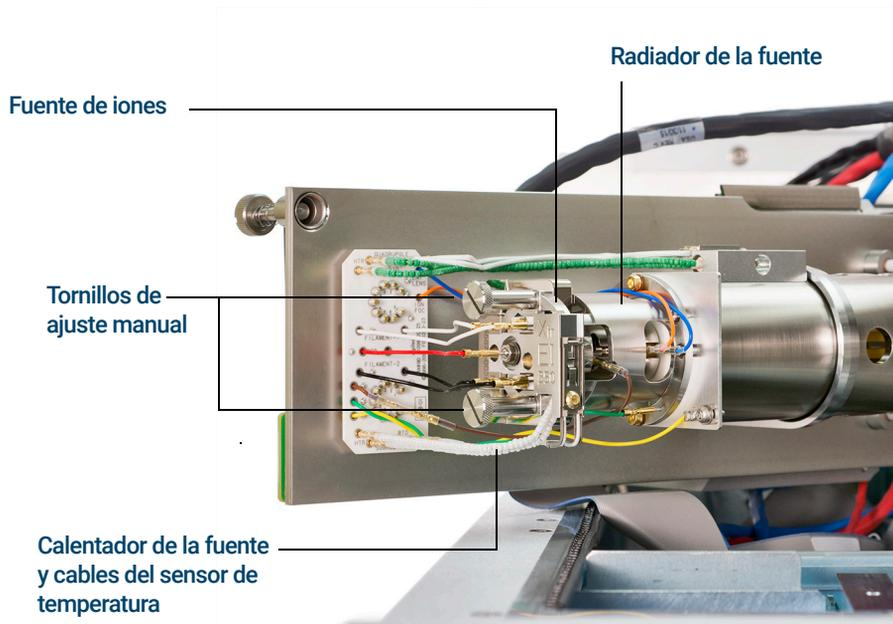

Figura 68. Instalación de la fuente EI XTR o Hydrolnert en un sistema de MS serie 7000
- 3 Deslice la fuente de iones en el radiador de la fuente. (Consulte la **Figura 68** en la página 228).
- 4 Instale y apriete manualmente los tornillos de la fuente. No apriete los tornillos demasiado. (Consulte la **Figura 68** en la página 228).